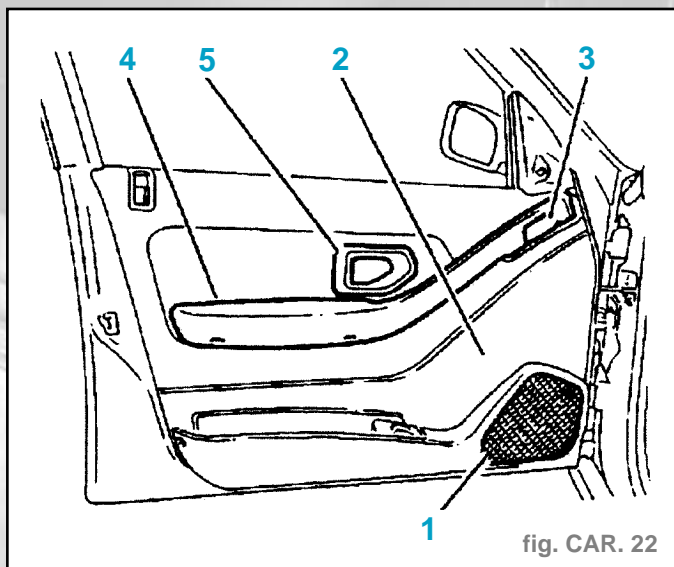

fig. CAR. 22
- Déposer (fig. CAR. 22) :
- la grille haut-parleur (1),
- la manivelle (2) (suivant équipement),
- l'obturateur (3),
- l'accoudoir (4)
- l'enjoliveur de commande à distance (5).